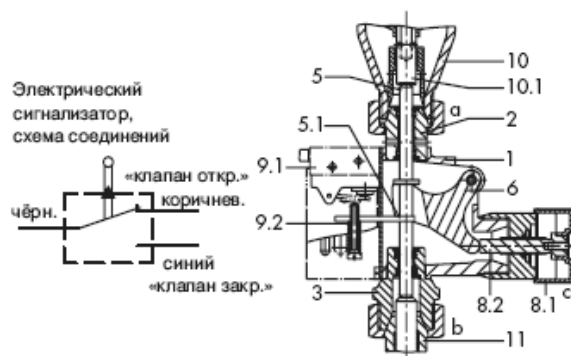

Рис. 4 – устройство ручного управления (с сигнализатором)
В регуляторах температуры двойной адаптер Do1 монтируется между клапаном (10) и регулирующим термостатом (11). К соединению «с» подсоединяется дополнительный регулирующий термостат (12). Перемещение клапана передаётся напрямую (соединение b) или при помощи рычага (6) промежуточного штока (5) и штока конуса (10.1) клапана. На шток конуса действует устройство с наибольшим сигналом перемещения. Индикатор (5.1), жёстко связанный с промежуточным штоком (5), показывает положение клапана. Устройство для ручного управления Hv устанавливается вместо второго термостата на соединении «с» (рис. 4). При повороте ручки (8.1) штифт (8.2) воздействует через рычаг (6) на промежуточный шток (5). При использовании двойного адаптера или устройства ручного управления с сигнализатором (DoS, HvS) устанавливается микропереключатель (9.1). Этот переключатель размещается в дополнительном корпусе и приводится в действие индикатором (5.1), неподвижно соединённым с промежуточным штоком (5), в закрытом положении клапана. Точная установка производится при помощи регулирующего винта (9.2).